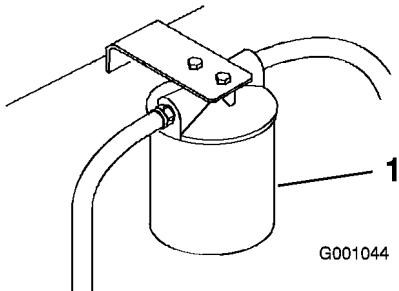

Figure 66
- Placez un bac de vidange sous le filtre, déposez le filtre usagé et essuyez la surface du joint de l'adaptateur (Figure 66).